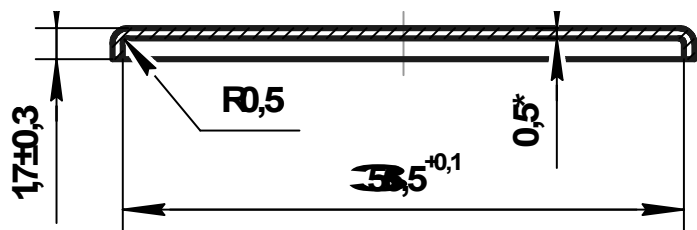
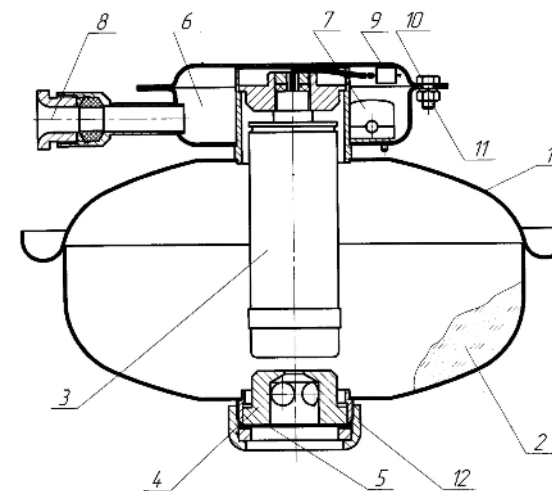

Рисунок 5
Рисунок 1
После установки мембраны необходимо обеспечить момент затяжки гайки **12** (см. рисунок 1) усилием  $(150 \pm 10)$  Н·м.
4.1.1 МПП (см. рисунок 1) состоит из корпуса **1**, в котором размещаются огнетушащий порошок (ОП) **2** и источник холодного газа (ИХГ) **3**. В нижней части корпуса находится насадок-распылитель **4**, выходное отверстие которого перекрыто мембраной **5**.
7.3 При перезарядке и сборке сработавшего на тушение возгорания МПП необходимо использовать ИХГ (поз. 3 рисунок 1) ИХГ-4(М)-01 СИАВ 066614.023.000 ТУ, заполнить корпус МПП огнетушащим порошком и установить мембрану (поз. 5 рисунок 1), изготовленную по чертежу (рисунок 5) из листа АМцН2-0,5 ГОСТ 21631-76.